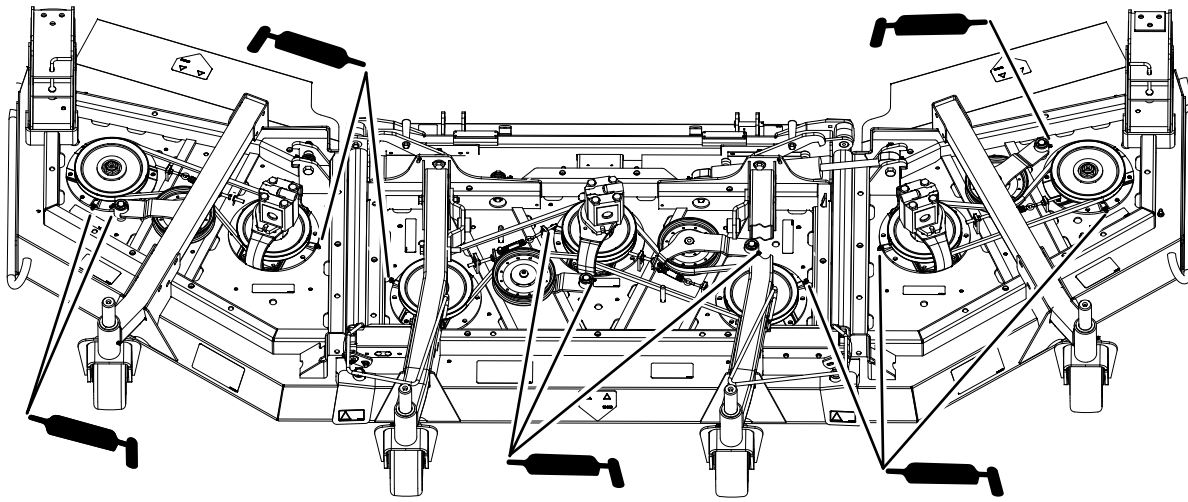

Figura 51
- Cojinetes de eje (3) (situados debajo de la polea (Figura 51)).
- Casquillos del pivote del brazo tensor (2) (Figura 51)